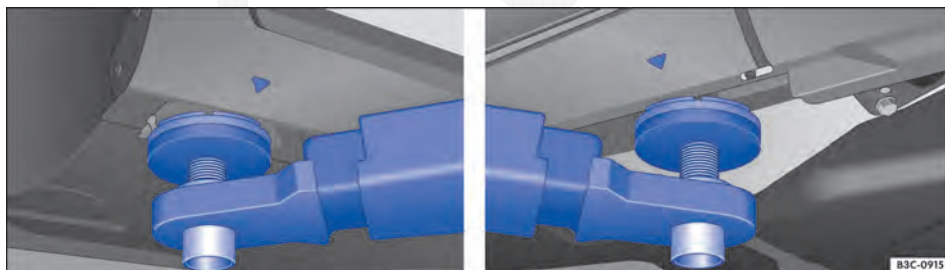
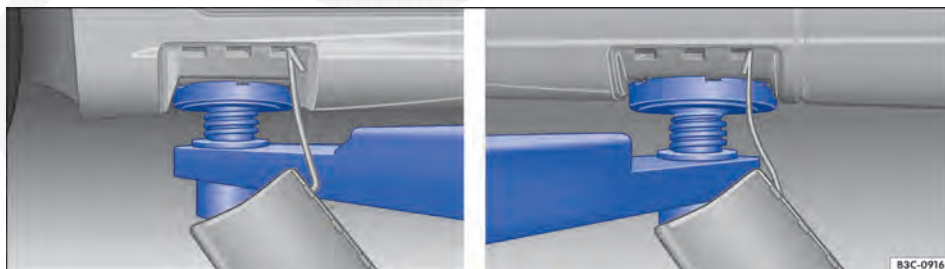

Fig. 216 Suspender com a plataforma elevatória: pontos de apoio em veículos sem cobertura.
Fig. 217 Suspender com a plataforma elevatória: pontos de apoio em veículos com cobertura.
O veículo deve ser suspenso somente pelos pontos indicados nas figuras ⇒ Fig. 216 e ⇒ Fig. 217. Se o veículo não for suspenso pelos pontos indicados, poderão ocorrer danos no veículo ⇒ ⚠ e ferimentos graves ⇒ ⚠.
- Suspender o veículo somente pelos pontos indicados nas figuras ⇒ Fig. 216 e ⇒ Fig. 217. Se o veículo não for suspenso pelos pontos indicados, o veículo poderá cair da plataforma elevatória quando, por exemplo, o motor ou a suspensão for desmontado.